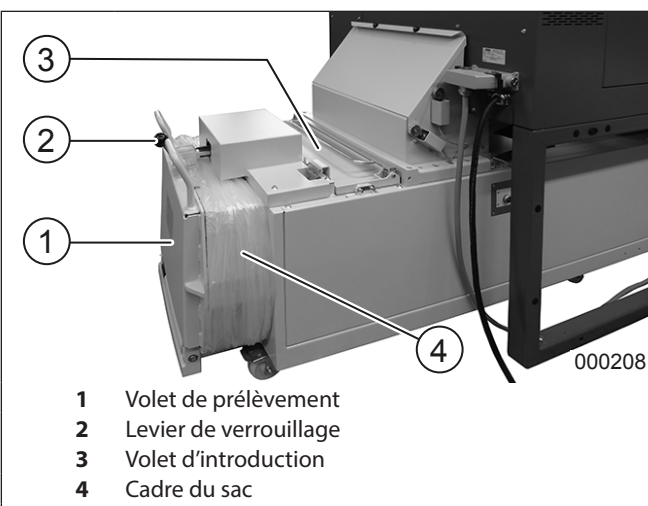
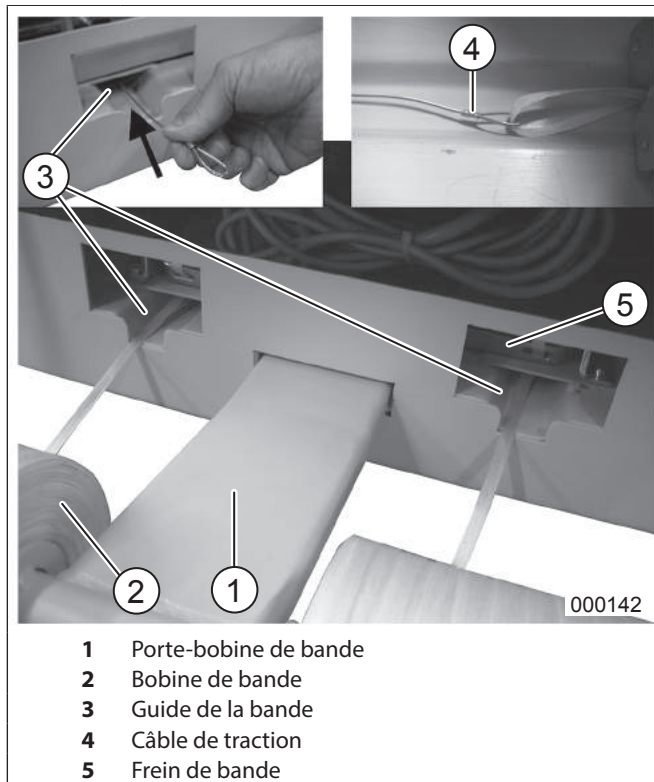

fig. 17 Ouverture du volet de prélèvement
fig. 22 Changement des bobines de bande
Une pression prolongée sur ce poussoir (au moins pendant 2 secondes) fait légèrement reculer le vérin de compression et fait légèrement avancer le levier de verrouillage (fig. 17/2) (annulation de la pression exercée sur le volet de prélèvement).
Le volet de prélèvement (fig. 17/1) peut alors être ouvert, ce qui est nécessaire lorsque le compacteur a comprimé une balle et que celle-ci est prête pour l'éjection.
1. Ouvrir le volet d'introduction (fig. 17/3).
6. Fermer le volet d'introduction (fig. 17/3).
Ouverture du volet de prélèvement (fig. 17/1):
1. Appuyer sur le poussoir « Ouverture volet de prélèvement » (fig. 12/2). Le vérin de compression recule légèrement et le levier de verrouillage (fig. 17/2) avance légèrement pour relâcher la pression exercée sur le volet de prélèvement.
1. Fermer le volet d'introduction (fig. 17/3).
2. Ouvrir le volet de prélèvement (fig. 17/1).
4. Retirer le sac de son cadre (fig. 17/4).
5. Fermer le volet de prélèvement (fig. 17/1) ainsi que le volet d'introduction (fig. 17/3) si le destructeur de documents doit également être utilisé.
4. Introduire les bobines de bande (fig. 22/2) sur le porte-bobine (fig. 22/1) comme illustré avec les extrémités vers le bas (fig. 17).
5. Fixer l'extrémité de la bande à une boucle du câble de traction (fig. 22/4) fourni et glisser l'autre extrémité du câble dans le guide de la bande (fig. 22/3) à travers l'orifice du frein de bande (fig. 22/5). La bande accrochée peut à présent être tirée à travers le guide de la bande à
7. Introduire les deux bandes comme décrit à la rubrique « Déploiement de la bande pour de nouvelles balles », p. 37 et fermer le frein de bande (fig. 22/5).